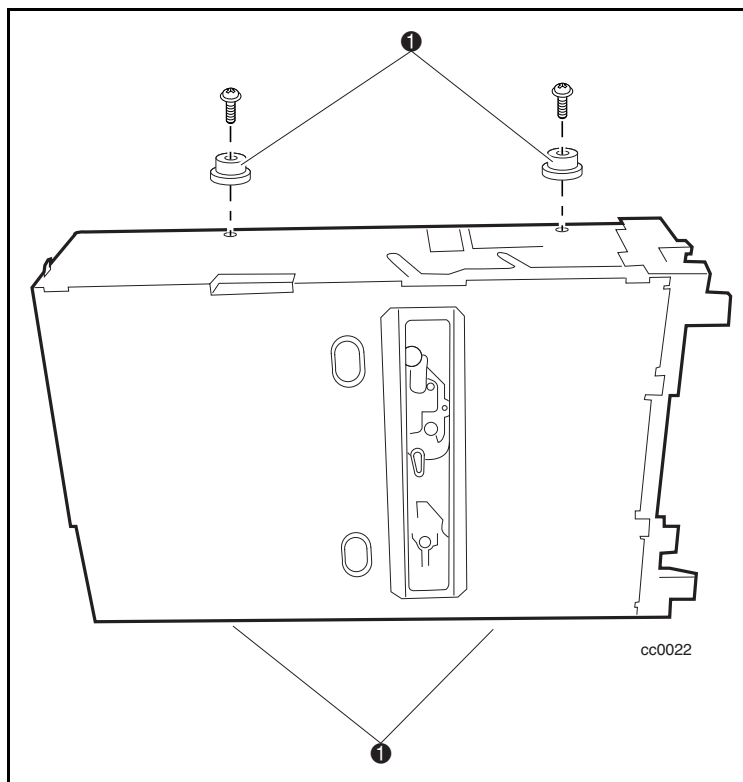

Figure 5. Installation des broches d'alignement
Quatre broches d'alignement doivent être mises en place sur la nouvelle unité avant son installation. Chaque broche d'alignement est composée d'une bague d'écartement en plastique (chapeau supérieur) et d'une vis (❶ Figure 5).
2. Installez les broches d'alignement aux positions indiquées (❶ Figure 5).